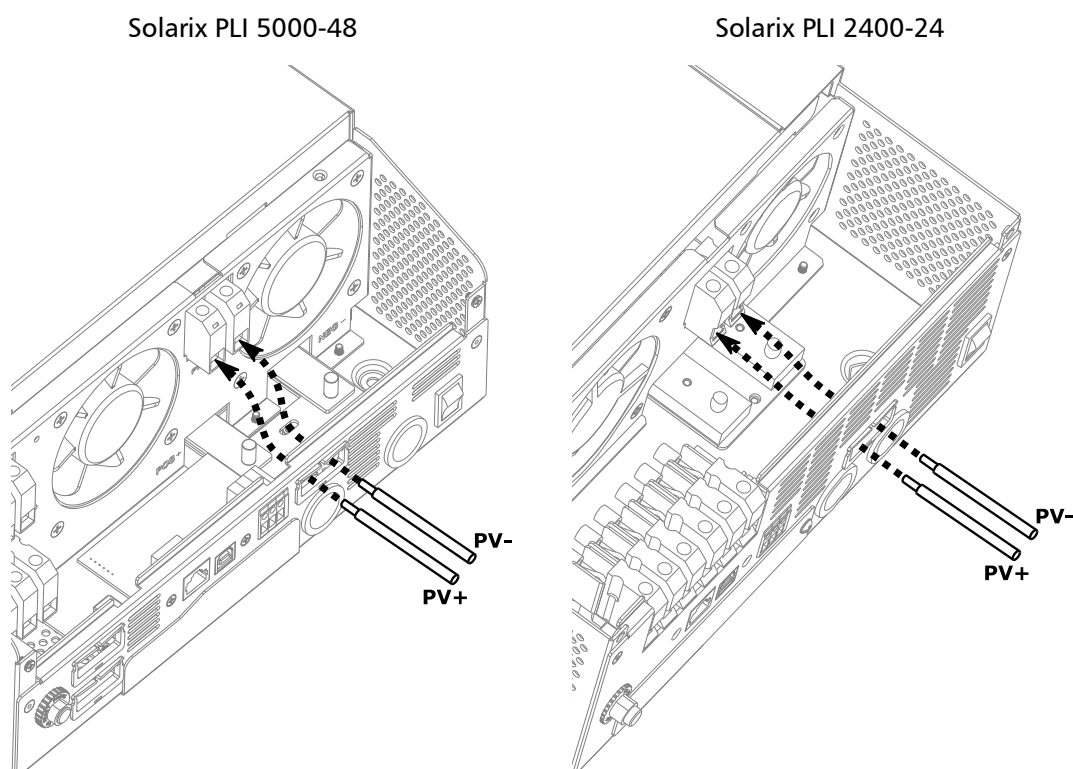

Abbildung 9: PV Kabel Anschluss
4. Verbinden Sie die positiven und negativen Leitungen des PV Modulfeldes mit den entsprechenden PV Klemmen am Wechselrichter (*Abbildung 9*). Ziehen Sie die Anschlussklemmen mit einem Drehmoment von 1,4 - 1,6 Nm an.